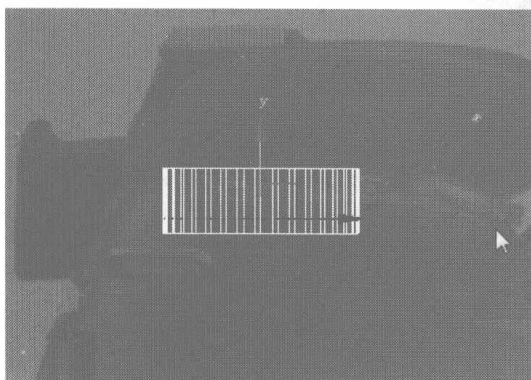
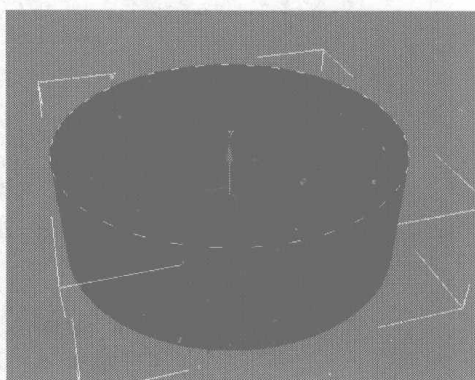
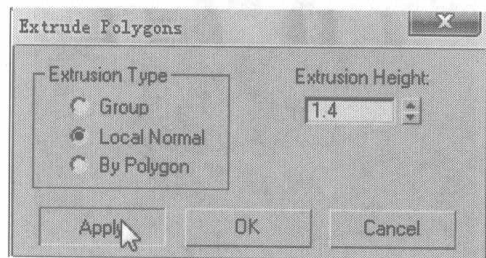
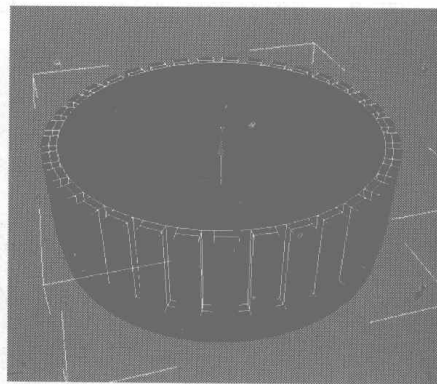

图 6.280
图 6.281
图 6.282
图 6.283
- 04** 在 Left 视图中在圆柱体的横面上添加一条细分线，如图 6.280 所示；切换为面编辑，选择圆柱体如图 6.281 所示的面，在 Edit Polygons 卷展栏中单击 **Extrude** 右侧的小按钮，在弹出的对话框中设置挤压参数，如图 6.282 所示，将该挤压命令应用两次后挤压效果如图 6.283 所示。